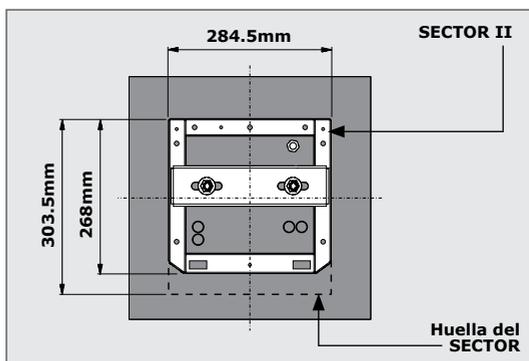

FIGURA 1
- **SECTOR II** se ajusta a la huella del **SECTOR**. Esto puede tener implicaciones con respecto a la entrada de cables (Figura 1)